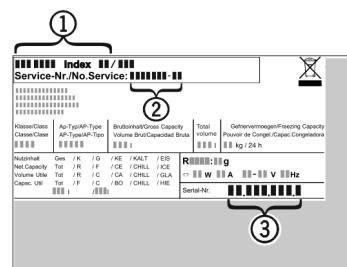

Fig. 7
- ▶ Z nazivne ploščice odčitajte oznako aparata *Fig. 7 (1)*, servisno št. *Fig. 7 (2)* in serijsko št. *Fig. 7 (3)* . Nazivna ploščica se nahaja na levi strani notranjosti aparata.
- ▶ Obvestite servisno službo in jim povejte, za kakšno napako gre, povejte pa tudi oznako aparata *Fig. 7 (1)*, servisno št. *Fig. 7 (2)* in serijsko št. *Fig. 7 (3)*.